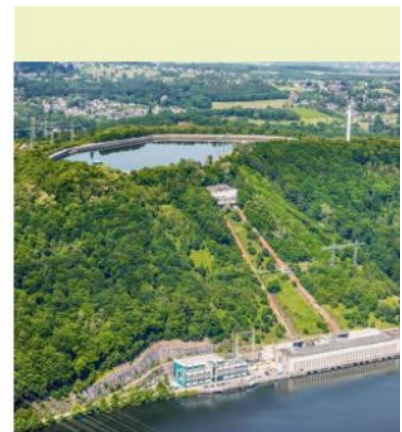

Fig. 4 : Réservoirs haut et bas d'une station de stockage d'énergie par pompage hydraulique (Herdecke, Allemagne).
- potentielle (pompage-turbinage sur les barrages hydrauliques - Fig. 4) ;